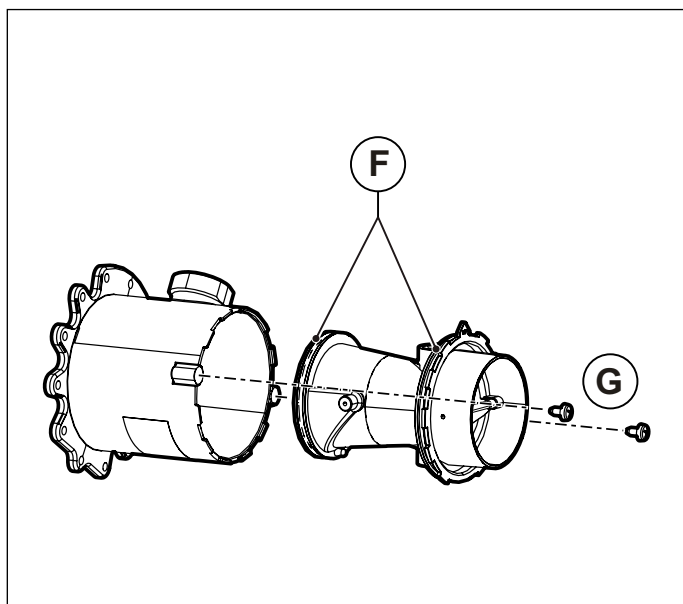
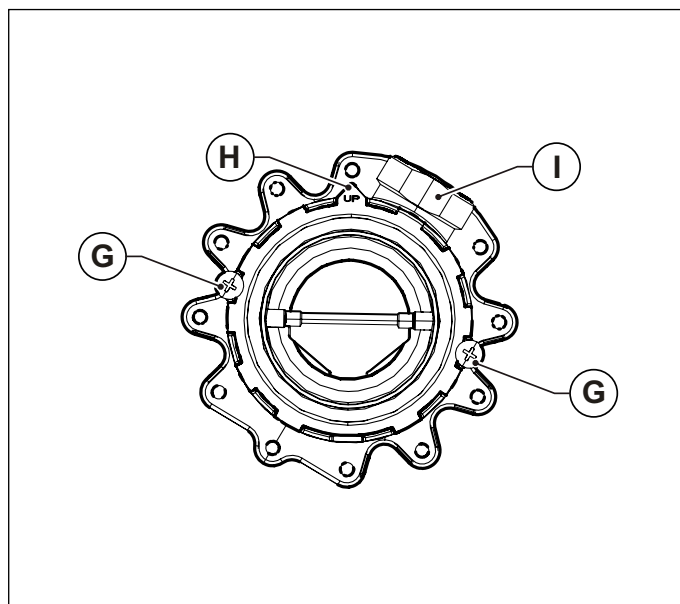

Рис. 43 Пластмассовый корпус смесителя
Рис. 44 Монтажное положение
- Отвинтить два винта **G** и вытащить пластмассовый корпус смесительного узла (смотри Рис. 43 Пластмассовый корпус смесителя).
- Вверните пластмассовый корпус на смесителе, используя крепежные винты и **G** следя за тем, чтобы не повредить уплотнительное кольцо **F** и не ошибиться с монтажным направлением (см. Рис. 43 Пластмассовый корпус смесителя и Рис. 44 Монтажное положение).